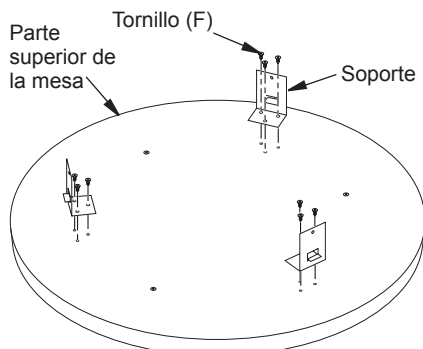

Figura 9 - Conjunto de la parte superior de la mesa
16. Coloque la parte superior de la mesa boca abajo sobre una manta o una pieza de cartón para evitar que se raye. Una los 3 soportes con 9 tornillos auto-rosantes (F) como se muestra en la figura 9.